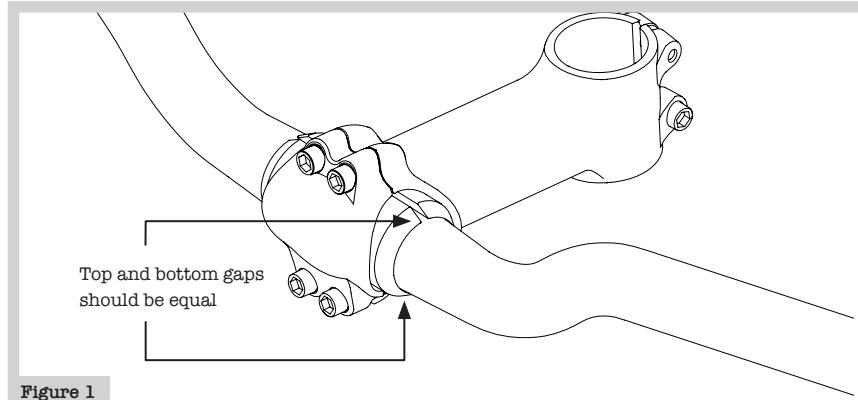

Figure 1
3. The gaps between the two shim pieces top, bottom and sides must be evenly spaced for adequate clamping force (fig. 1). Insert handlebar and shims into the stem's clamping area.
3. Les espaces entre les deux parties de l'adaptateur (haut, bas et côtés) sont uniformes quand la force de serrage est adéquate (figure 1). Insérez le cintre et l'adaptateur dans la zone de serrage de la potence